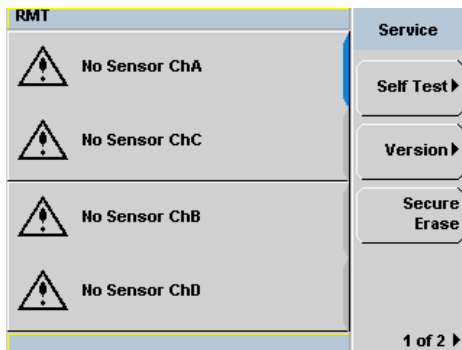

Abbildung 2-56 „Secure Erase“ (Sicheres Löschen)
- 1 Drücken Sie **System**, **1 of 2** (1 von 2) und wählen Sie **Service**. Wählen Sie im Menü **Service** **Secure Erase** (Sicheres Löschen) (siehe Abbildung 2-56).